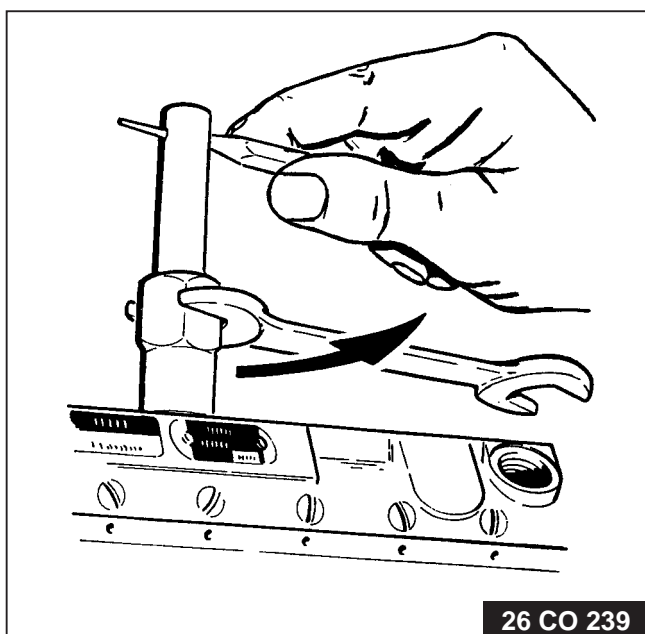

Fig. 4
12. Schroef het persklep demonteerapparaat op de persklep en verwijder de persklep door het zeskant van het apparaat rechtsom te draaien (fig. 4).